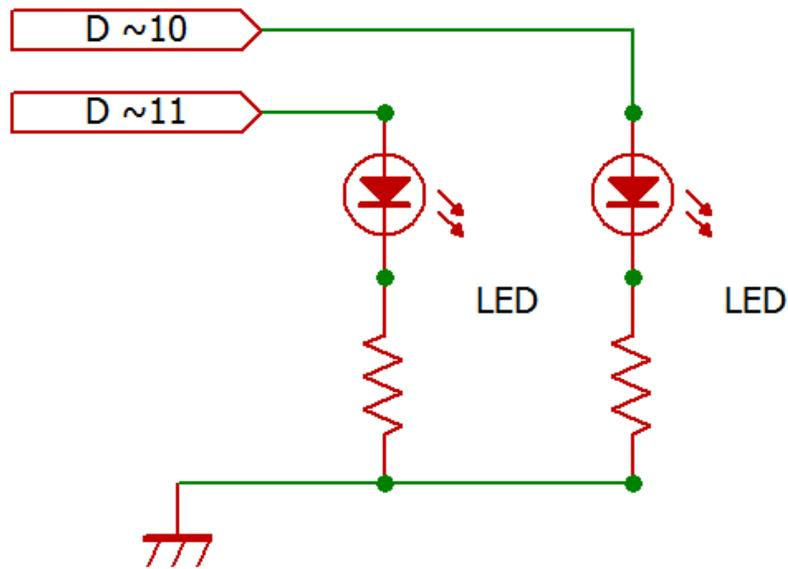

図 6: LED 明るさ制御の回路図 (PWM~端子)
3.2 で作成した回路では 13 番端子と 12 番端子から電位を取っていた。これらを 11 番端子と 10 番端子に接続し直す（図 6）。数字の前に「～」が印字されている端子は、以下のように analogWrite 関